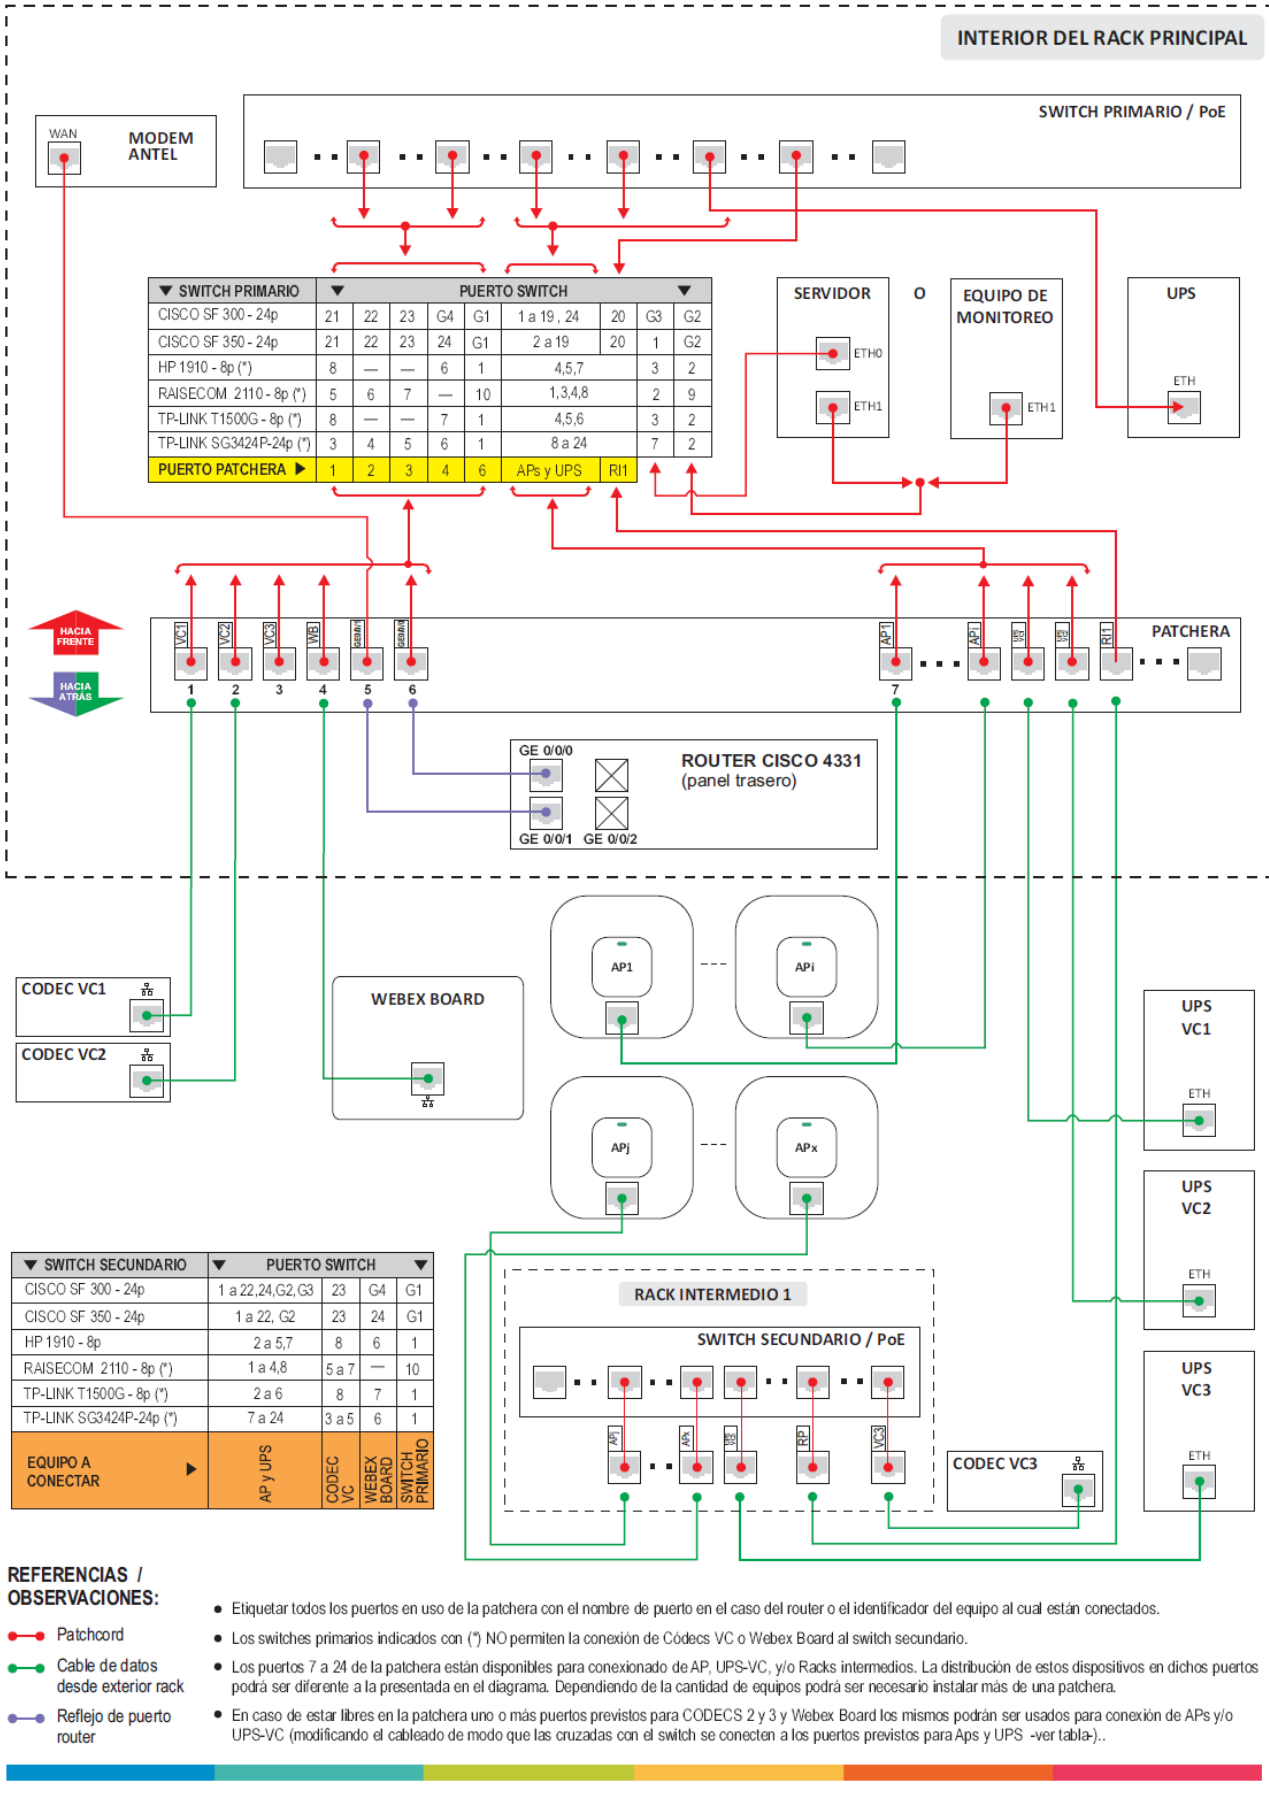

Fig. 2 - Diagrama de interconexión de equipos con router Cisco 4331.
7. Interconectar el resto de los equipos del rack según el diagrama adjunto (Fig. 2) teniendo en cuenta el tipo de switch primario instalado.
8. Actualizar el etiquetado de la patchera, remover el diagrama antiguo de la puerta del rack y colocar el nuevo diagrama (Fig. 2).